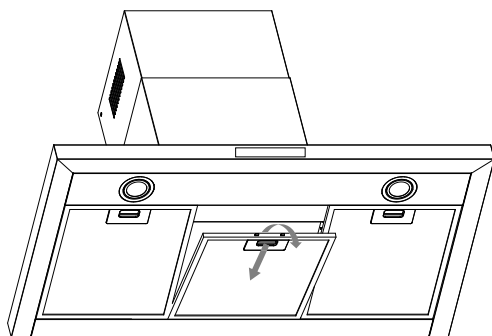

Fig.10
- Remova os filtros de acordo com a Fig.10.
- Remova os filtros. Veja a Fig.10.